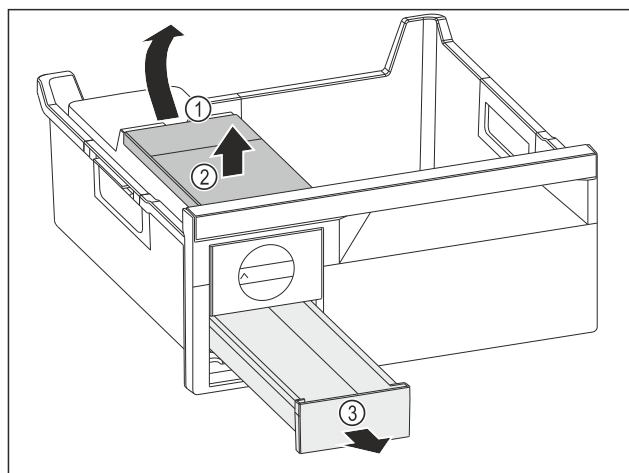

Fig. 162
- Retirer le réservoir d'eau : Soulever le réservoir d'eau hors de l'évidement Fig. 162 (1).
- Retirer le réservoir d'eau Fig. 162 (2) vers le haut.
- Retirer le compartiment à glaçons Fig. 162 (3) vers l'avant.